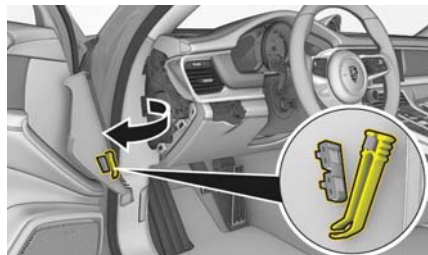

図 127：運転席側のヒューズ・ボックス
4. ヒューズを点検するため、黄色のプラスチック製ヒューズ・リムーバー (図 127) を使用して、スロットから対応するヒューズを引き抜いてください。切れたヒューズは、内部の金属線が溶けていることで判別できます。